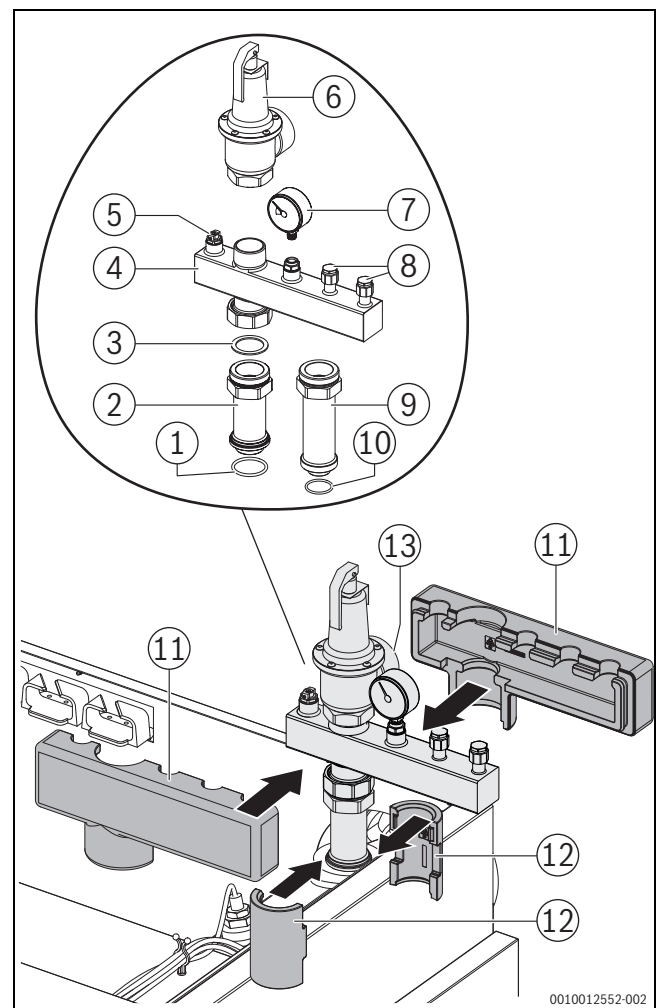

Fig. 19 Set de siguranță 4 până la 6 bar (prezentat: structură cazan dreapta)
(→Fig. 19 și 20)
- ▶ Etanșați supapa de siguranță (→Fig. 19, [6]) de pe ștuțurile filetate ale ansamblului de armături [4] cu o substanță de etanșare adecvată (respectați direcția de evacuare [13] în ceea ce privește poziția de montaj ulterioară).
#### Legendă la Fig. 19 și 20: